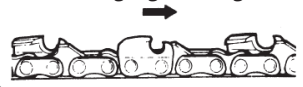

Abb. 4
7. Halten Sie die Spitze der Führungsschiene und stellen Sie die Kettenspannung ein, indem Sie die Spannschraube nach rechts drehen, bis die Kette die Unterkante der Führungsschiene berührt (Abb. 4).